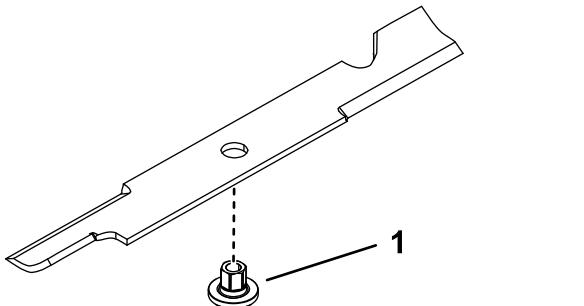

Figura 104
1. Instale el buje a través de la cuchilla con la brida del buje en el lado inferior (lado del césped) de la cuchilla (Figura 104).